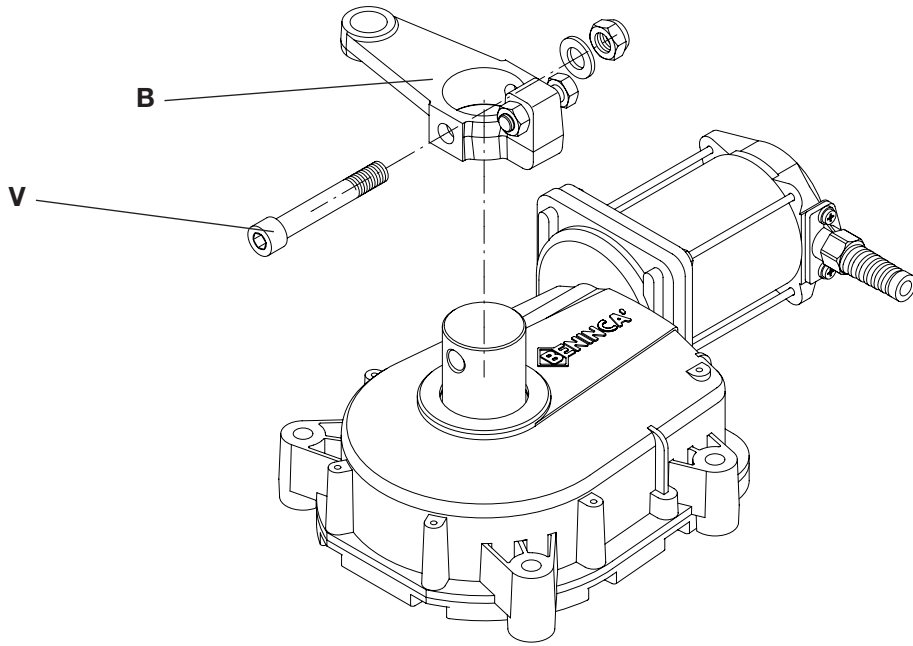

Fig.2
- 1 Monter la bielle "B" de la manière illustrée à la figure 2 en serrant fort la vis "V" (couple de serrage maximum 45 Nm).